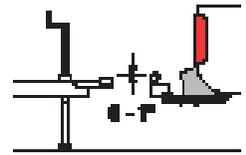

Figure 2
3. Glissez la tête d’attelage sur la barre d’attelage en gardant la partie supérieure de la boule d’attelage entre 0 et 1 po au-dessus du coupleur de la remorque. (Figure 2) Parfois, vous devez peut-être tourner la barre d’attelage vers le haut ou utiliser une barre d’attelage Fastway avec une plus grande montée/descente pour placer la boule d’attelage à la bonne hauteur. (Figure 3)